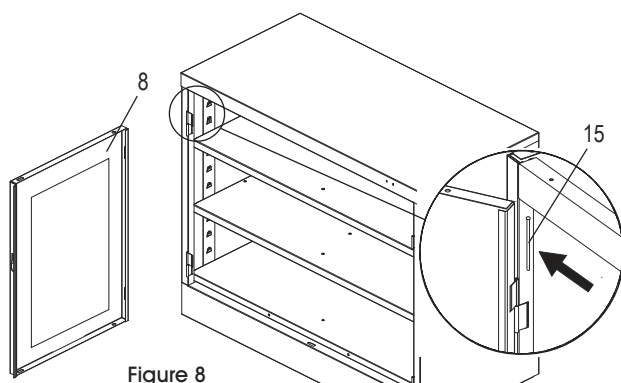

Figure 8
- Fixez la porte de gauche (8) à l'unité en la plaçant sur les charnières, en alignant les trous de charnière et en déposant les axes de charnière (15) dans les fentes. Enfoncez ensuite les axes de charnière en position avec un marteau et le côté plat d'un tournevis. (Voir Figure 8)